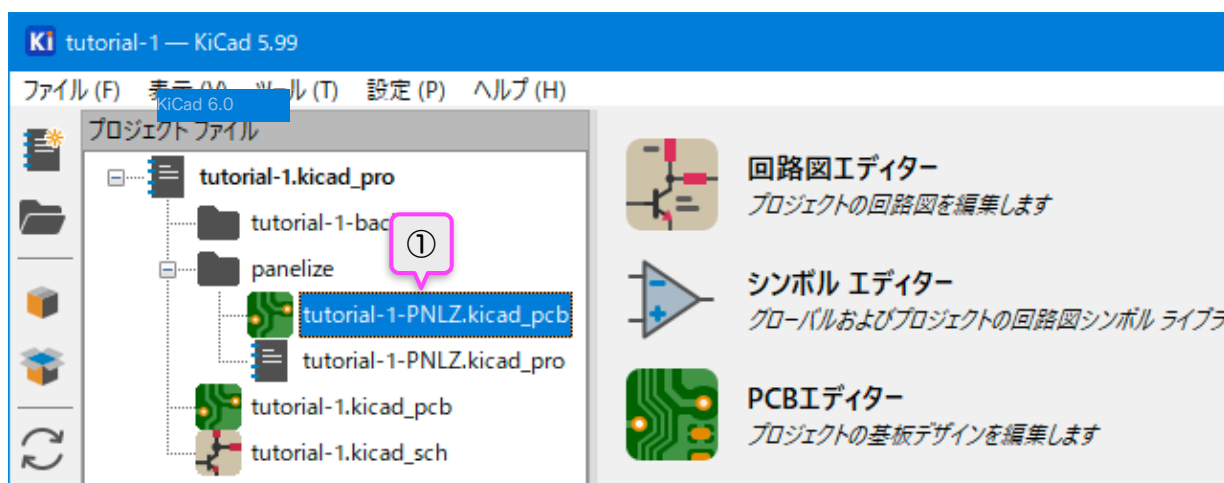

図10-3
① KiCadマネージャのpanelizeフォルダ配下のtutilial-1-PNLZ.kicad\_pcbをダブルクリックしてPcbnewを起動します。図10-3